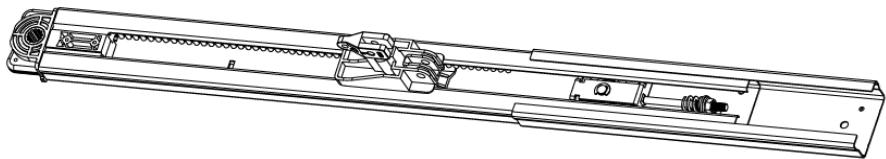

Fig 21
1. Calha com uma manga (Fig.21).